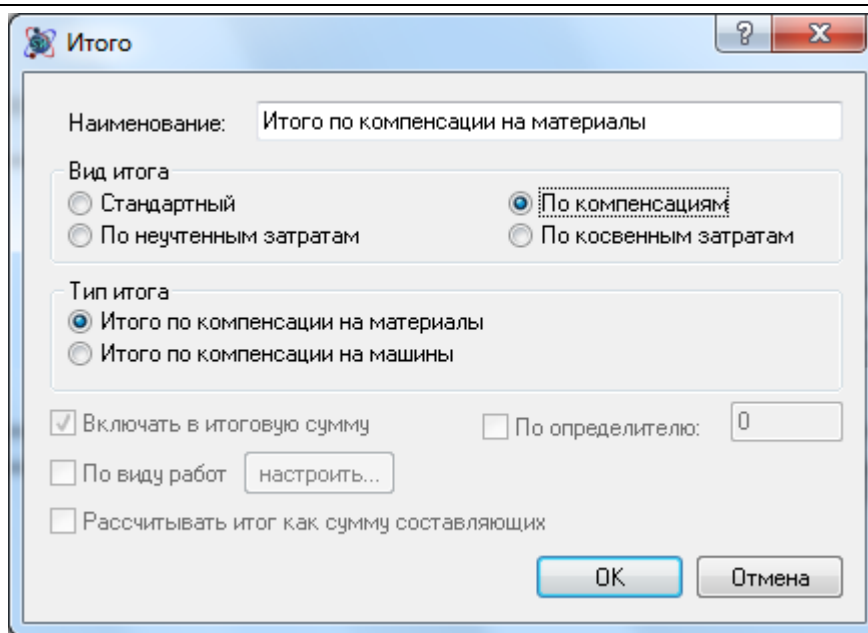

Рис. 4.48 Вид итога по компенсациям, типы итогов
- Вид итога По компенсациям (рис. 4.48), типы итогов: